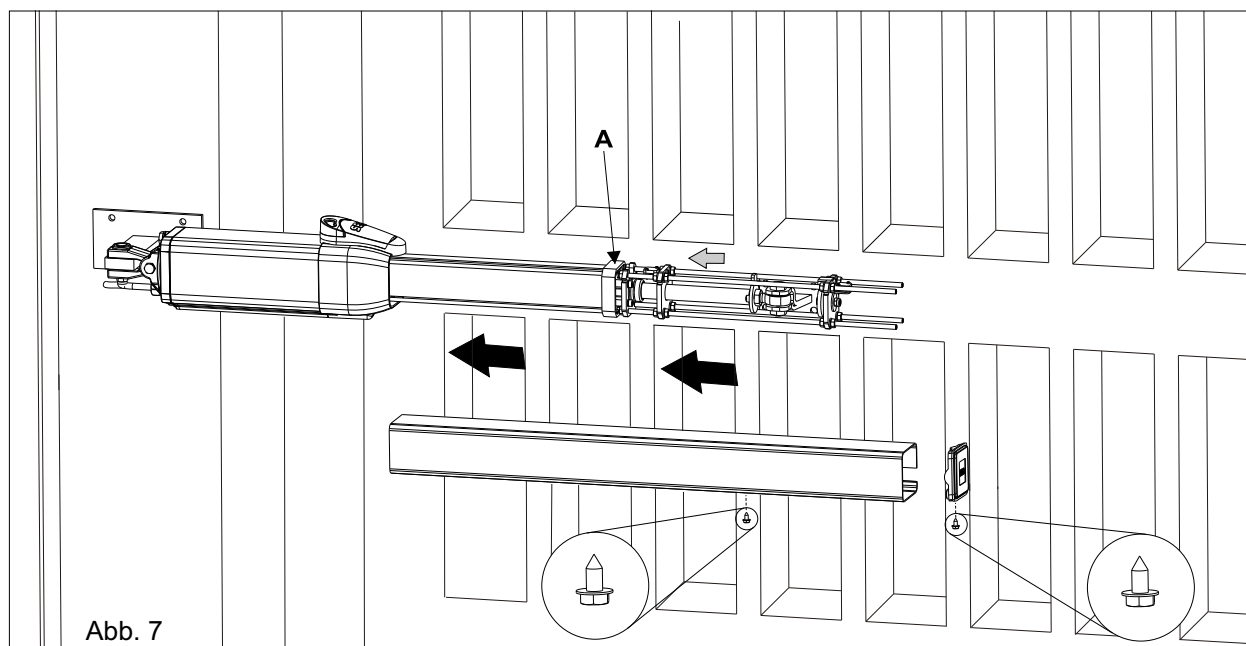

Abb. 7
Vor Installation der Kolbenabdeckung (Abb. 7), muss der Antivibrationsrahmen aus Plastik eingeführt werden (A)